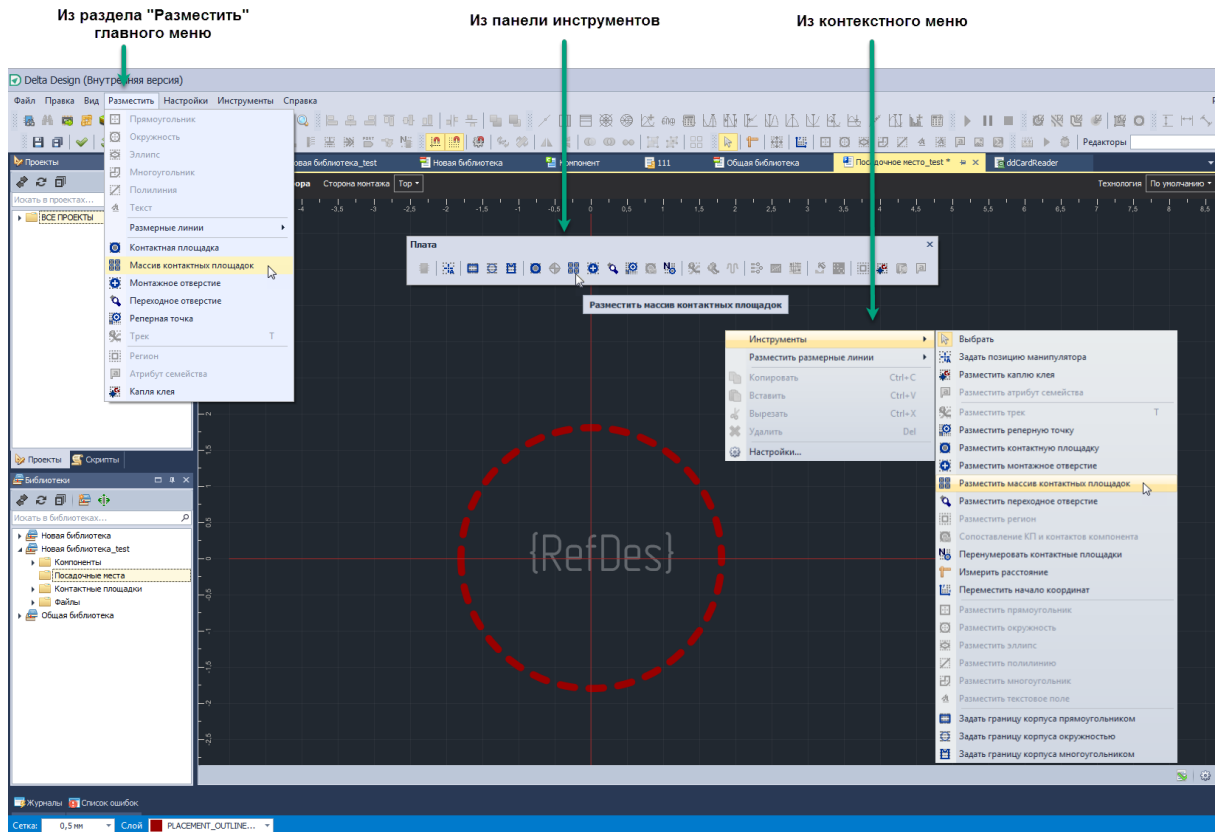

Рис. 136 Запуск инструмента «Разместить массив контактных площадок»
1. Запустите инструмент «Разместить массив контактных площадок», который обозначен кнопкой  на панели инструментов «Плата», из раздела «Разместить» главного меню или в выпадающем списке раздела «Инструменты» в контекстном меню, см. Рис. 136. Все величины указываются в единицах длины, установленных в стандартах системы.